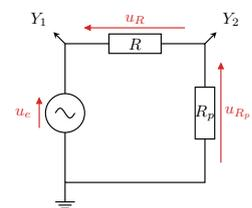

FIGURE TP6.1
- 4) Recopier la Figure TP6.1 sur votre compte-rendu. Quelles tensions mesurerait-on sur les voies 1 et 2 avec les branchements proposés ? Répondre en terme de u_R et u_{R_P} .